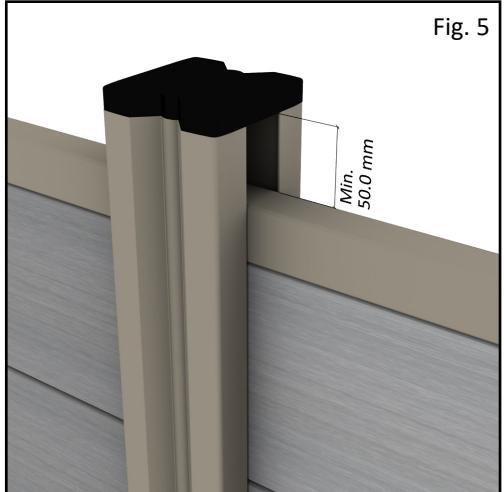

Fig. 5
Coupez le profilé en U (ref. DF1UA42) à longueur. (1) Fixez-le au poteau à l'aide d'un serre-joint et des blocs de bois nécessaires. (2) Percez des trous de sorte que les vis ne soient pas distantes de plus de 40 centimètres. Ne percez pas au milieu du profilé en U mais dans les rainures prévues à cet effet (3). Reportez-vous aux figures 5 et 6 pour voir jusqu'où percer. (4) Vissez ensuite les profilés en U à l'aide de vis autotaraudeuses de 70 mm si vous travaillez avec un profil en U des deux côtés du poteau. Si vous placez un seul profilé en U, une longueur de 25 mm suffit. Faites ensuite glisser la dalle de béton dans les profilés en U. Placer ensuite les planches sur la dalle de béton.
Cut the U-profile to length. (1) Clamp it to the post using a clamp and the necessary wooden blocks. (2) Pre-drill holes so that the screws are no more than 40 centimeters apart. Do not put the holes in the middle of the u-profile but in the grooves provided for this purpose (3). Refer to Figures 5 and 6 to see how far to drill. (4) Then screw the U-profiles using 70 mm self-drilling or tapping screws if you are working with a U-profile on both sides of the post. If you only place 1 u-profile, a length of 25 mm is sufficient. Then slide the concrete slab into the U-profiles. Then place the planks on top of the concrete slab.